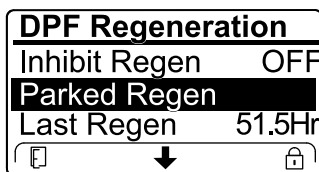

Bild 87
- Wenn der Motorcomputer eine Wiederherstellung-Regenerierung anfordert oder eine Wiederherstellung-Regenerierung ausführt und Sie auf die Option PARKED REGEN navigieren, ist die geparkte Regenerierung gesperrt und das Schloss-Symbol (Bild 87) wird unten rechts im InfoCenter angezeigt.